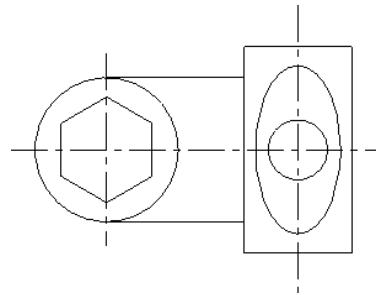

图 3-143 绘制椭圆
- 04 在“椭圆选项”对话框内输入水平方向的半径为 18、垂直方向的半径为 35，扫描的起始角度为 0、终止角度为 360。再单击对话框中的“应用”按钮，结果如图 3-143 所示。